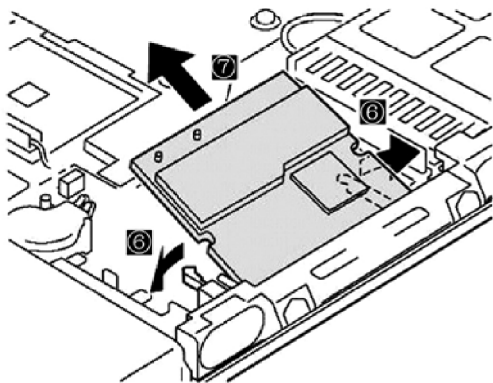

图 2-80 取出无线网卡
3) 卸下网卡时，按箭头“⑥”、“⑦”方向拔出即可，如图 2-80 所示。